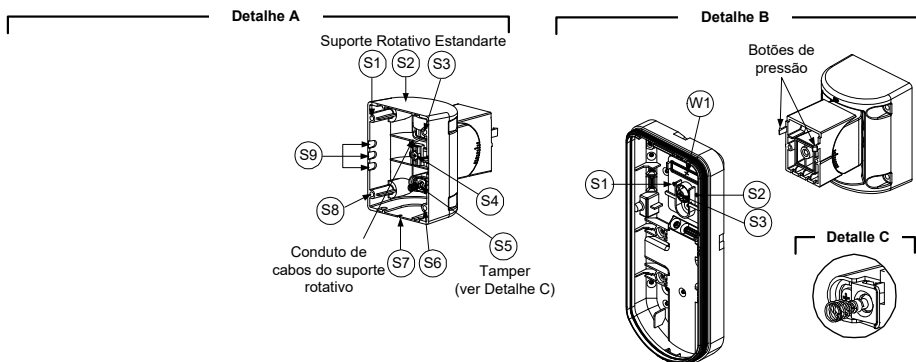

Figura 7
3. Abra os furos pré-marcados na base externa (Figura 7, Detalhe B)
4. No acessório do suporte rotativo remova o furo pré-marcado da fiação do cabo do suporte rotativo requerido S2, S7 ou S9 (Figura 7, Detalhe A).
5. Remova o tamper posterior da base interna (Ver "Trocando a Posição do Tamper Posterior") e conecte-o ao S5 (Figura 7, Detalhe A) no Suporte Rotativo Estandarte.
- a. Insira a fiação do cabo externo através dos furos pré-marcados S2, S7 ou S9 e tire-os (incluindo os cabos do tamper) através do Conduto dos Cabos do Suporte Rotativo (Figura 7, Detalhe B).
7. Insira os cabos do tamper e a fiação do cabo externo do Suporte Rotativo Estandarte através do furo pré-marcado W1 na base externa (Figura 7, Detalhe B).